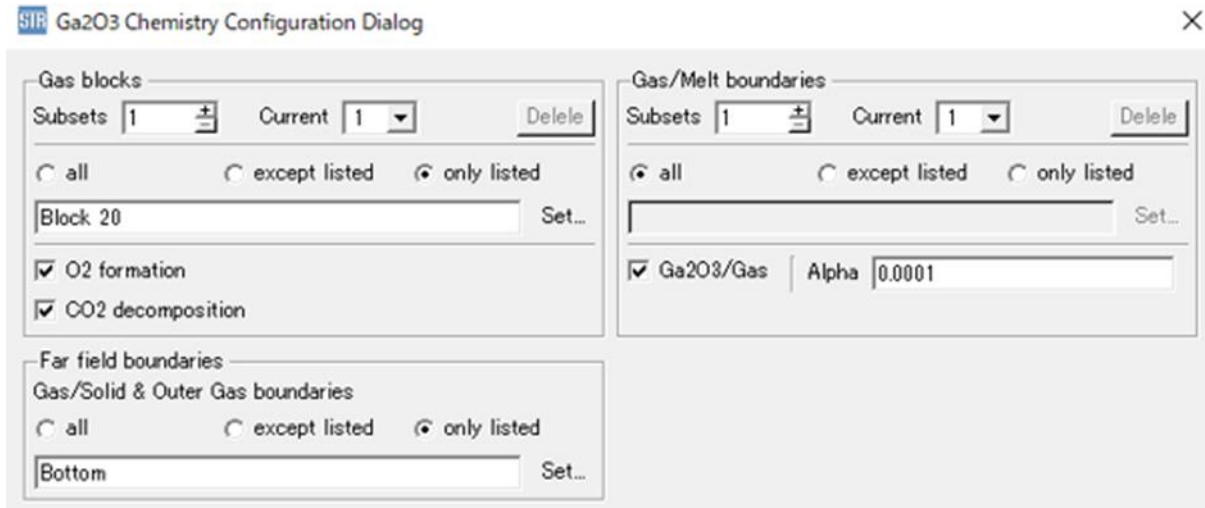

図 5. Ga2O3 成長の Chemical Model 設定画面
- Ga₂O₃ 融液成長の Chemical Model の追加 (図5)